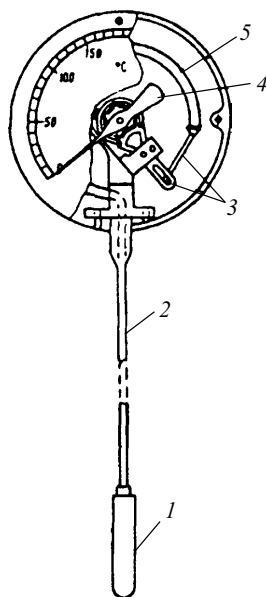

Рис. 10. Манометрический термометр:
2. *Манометрические термометры* (рис. 10, 11) служат для дистанционного измерения температуры. Принцип их действия основан на изменении давления жидкостей, газа или пара в замкнутом объеме в зависимости от температуры.
Манометрический термометр (см. рис. 10) состоит из термобаллона 1, манометрической пружины 5 и соединяющей их капиллярной трубки 2.